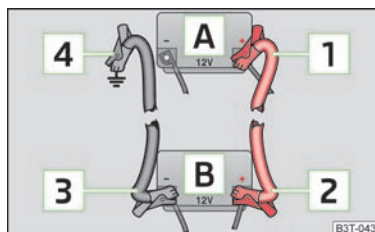

Fig. 114
- Fissare un'estremità **1** » fig. 114 al polo positivo della batteria scarica **A**.
- Fissare un'estremità **3** » fig. 114 al polo negativo della batteria che eroga corrente **B**.